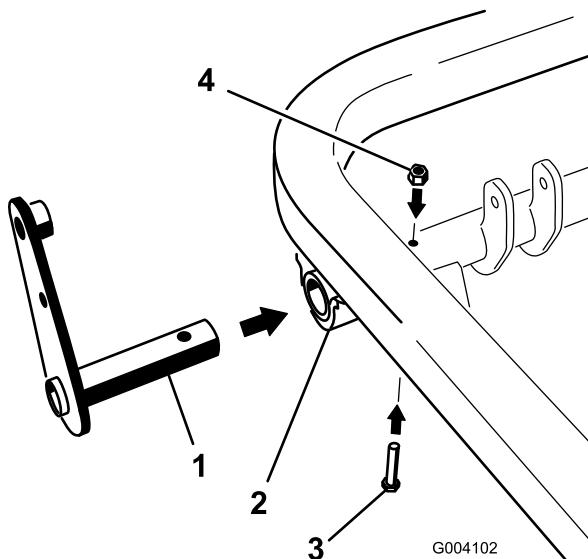

Рисунок 13
- Завинтите средний болт шарнира (поз. 4 на рис. 13) с моментом 20-25 Н•м.